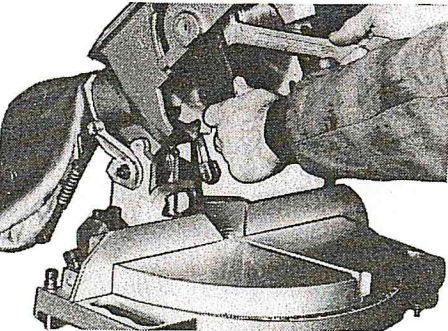

Fig. 5
4.- Bloquear el eje con la llave Allen especial, que se suministra con la máquina (Fig. 5).